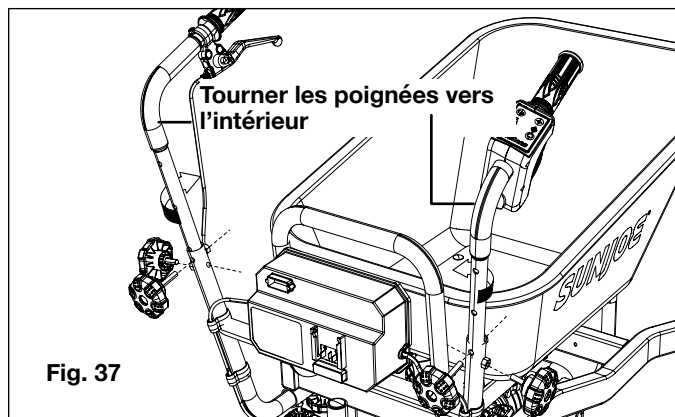

Fig. 37
2. Au besoin, retirez les boutons à molette qui attachent les deux poignées et tournez les poignées vers l'arrière pour avoir davantage d'espace. Remplacez les boutons à molette et serrez-les bien (Fig. 37).